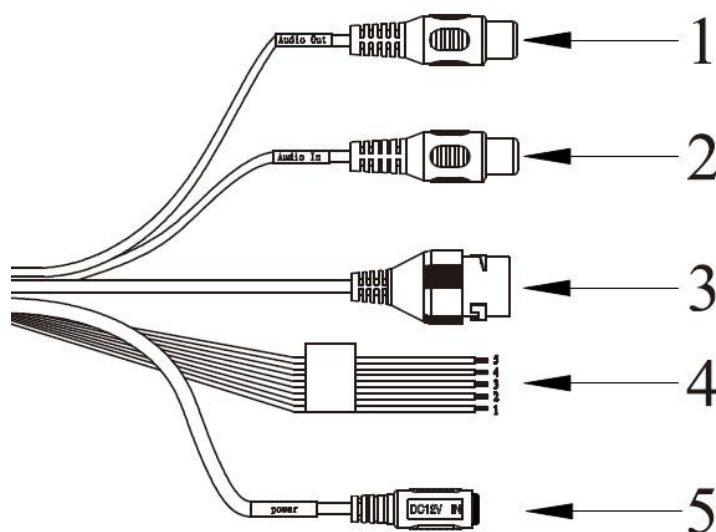

Рисунок 7.2
7.5 Подключите соединительные провода (разъемы) в соответствии со схемой внешних подключений (рис.7.2) и соблюдением полярности. Неверное соединение может привести к повреждению и/или неправильному функционированию оборудования.